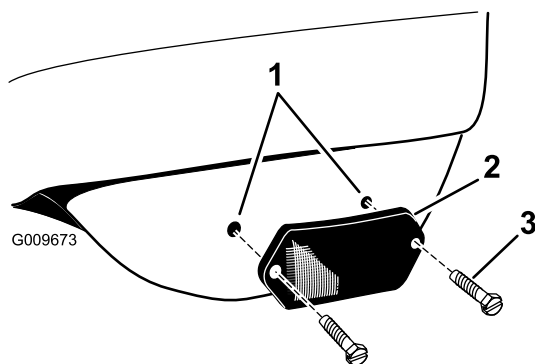

Figure 22
2. Montez un réflecteur de chaque côté du plateau, dans les trous percés précédemment (Figure 22).